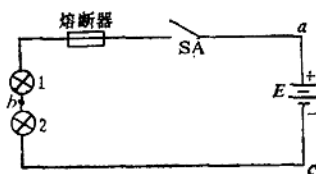

图1-4 电路的状态
2. 电路按工作状态分为闭路、开路和短路（图1-4）。
(1) 闭路（通路）：开关接通，构成闭合回路，电路中有电流流过，电路正常工作。
(2) 开路（断路）：开关或电路某一处断开，电路中无电流。
(3) 短路（捷路）：电路中两根导线直接碰在一起（或因用电设备出了故障，两根导线跨接起来），电流超过正常情况的很多倍，称为短路。如图1-4中若将a、b两点用导线直接连通叫做灯泡1被短路；若将a、c两点直接用导线连通叫做电源被短路。